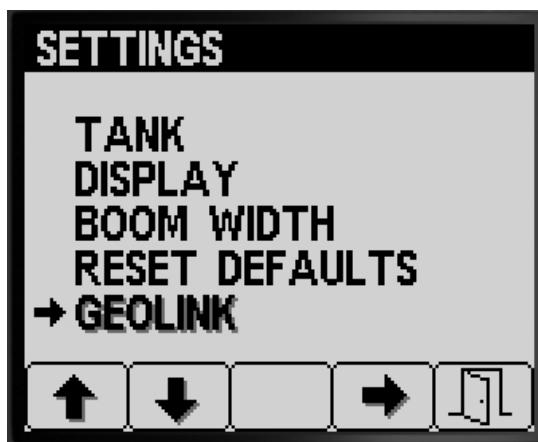

Figura 36
- Pulse el botón 1 o el botón 2 en la pantalla AJUSTES hasta que llegue a la opción GEOLINK (Figura 36).
- Pulse el botón 4 para seleccionar la opción GeoLink (Figura 36).